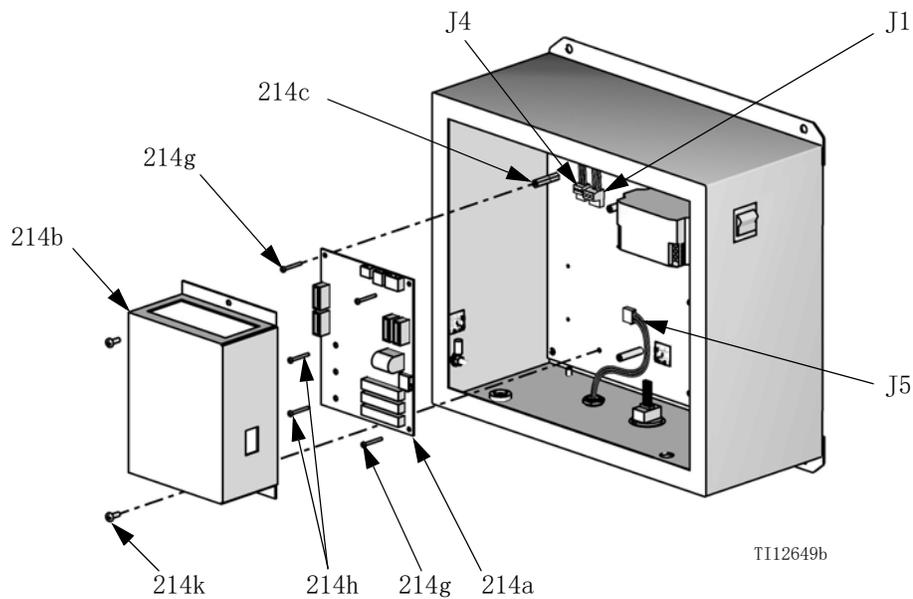

图 17: 更换隔板
4. 使用随供的固定工具（零配件号 122239），卸下 2 个螺钉（214k）和盖子（214b）。参见图 17。